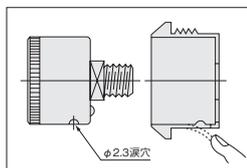

図3
2. 収納する際には、(1) 圧力計ケース裏側の2本の止めビスが下側にあること。(2) パネルマウントケース底部の四角穴の下側に止めビスの逃げ穴があること。以上2項目を確認してから圧力計を押し込み収納してください。
3. 収納した状態において、パネルマウントケース下部の脱落防止用の凸部が、圧力計ケース下部の涙穴 (φ2.3) に入っていることを確認してください。圧力計とパネルマウントケースとの組込み位置が正しい場合は、収納する舌片がスナップの役目を果たしてスムーズな収納ができます。スムーズな収納ができない場合は、舌片を指先に捲り上げますと、収納しやすくなります。(図3参照)